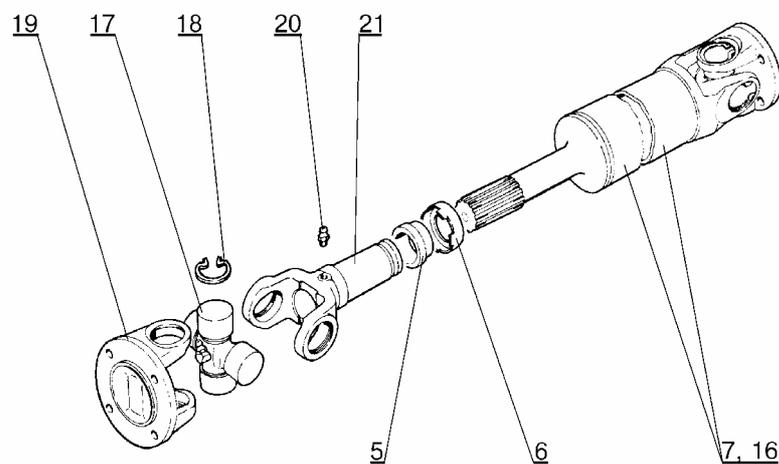

Рис.4. Вал карданный передний
5.19 Поставить установочные кольца 1, рис.4, на задние подшипники ведущего и промежуточного валов (щипцы для развода пружинных колец).